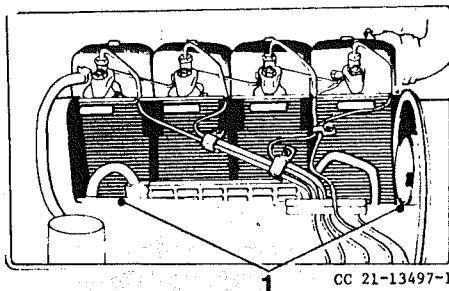

Abb. 20 Motor (linke Seite)
- 3 Die Spannverschlüsse (1) Abb. 20, lösen und die Luftführungshaube auf der linken Motorseite entfernen.